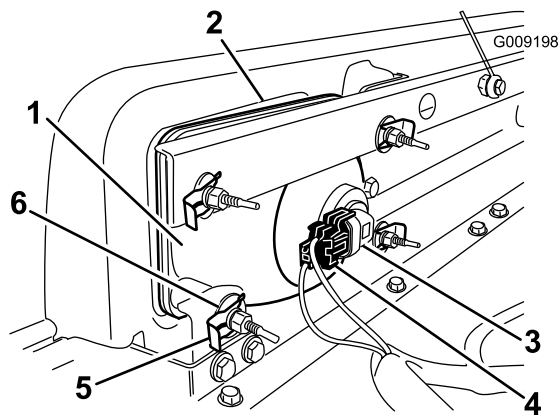

Figura 27
2. Rimuovete il gruppo faro anteriore spostandolo in avanti attraverso l'apertura nel paraurti anteriore (Figura 27).
3. Montate il nuovo faro anteriore attraverso l'apertura nel paraurti (Figura 27). Assicuratevi che i poli di regolazione siano allineati con i fori nella staffa di montaggio del paraurti.